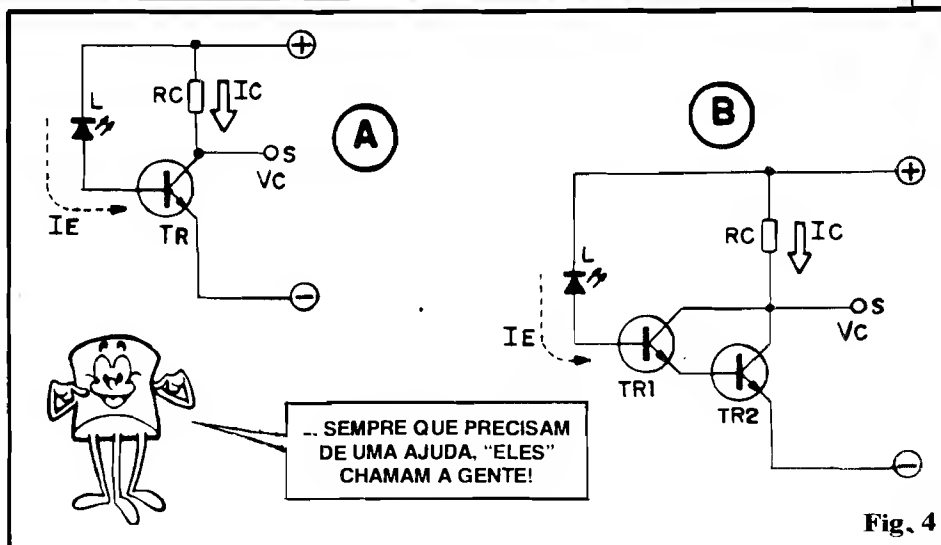

Fig. 4
- FIG. 4-A - Se arranjarmos um mini-circuito conforme o diagrama, a “correntinhazinha” reversa no LED/sensor (que podemos agora chamar de Corrente de Entrada, ou IE...) excitará diretamente a **base** de um transistor (TR) bipolar, comum! Nessa configuração, a Corrente de **coletor** (IC), desenvolvida sobre o resistor de “carga” (RC) será proporcional (e amplificada...) a IE! Da mesma forma, a Tensão medida no **coletor** de TR (VC), será também proporcional (universalmente) à Corrente IE! Assim, tanto “aproveitando” a Tensão (ou
- FIG. 4-B - Ainda assim, para muitas aplicações práticas, os níveis (variações) de Tensão ou Corrente obtidos na Saída “S” podem ser demasiadamente modestos... Não é caso para desespero! Basta meter **outro** transistor, “reforçando” o trabalho amplificador do primeiro! Com TR1 e TR2, em configuração **Darlington** (já vimos isso, em “Aula” anterior...), conseguimos uma “super-amplificação”, com o que a variação da Corrente de Saída (IC) e da Tensão de Saída (VC) - sempre proporcionais à Corrente de Entrada (IE) - que, como sabemos, é proporcional à intensi-
dade da LUZ que atinge o LED... - serão ainda mais **intensas** do que as obtidas com a simples amplificação mostrada na fig. 4-A!
sos" ou pouco críticos, os arranjos mostrados e exemplificados nas figs. 4-A, 4-B e 5-A, "quebrarão grandes galhos", funcionando, por vezes, tão bem quanto um foto-transistor **mesmo!** Na Seção PRÁTICA de ABC nº 6, o "VAGALUME AUTOMÁTICO" usa **exatamente** esse "truque", ora detalhado! Revejam a citada "Aula"...